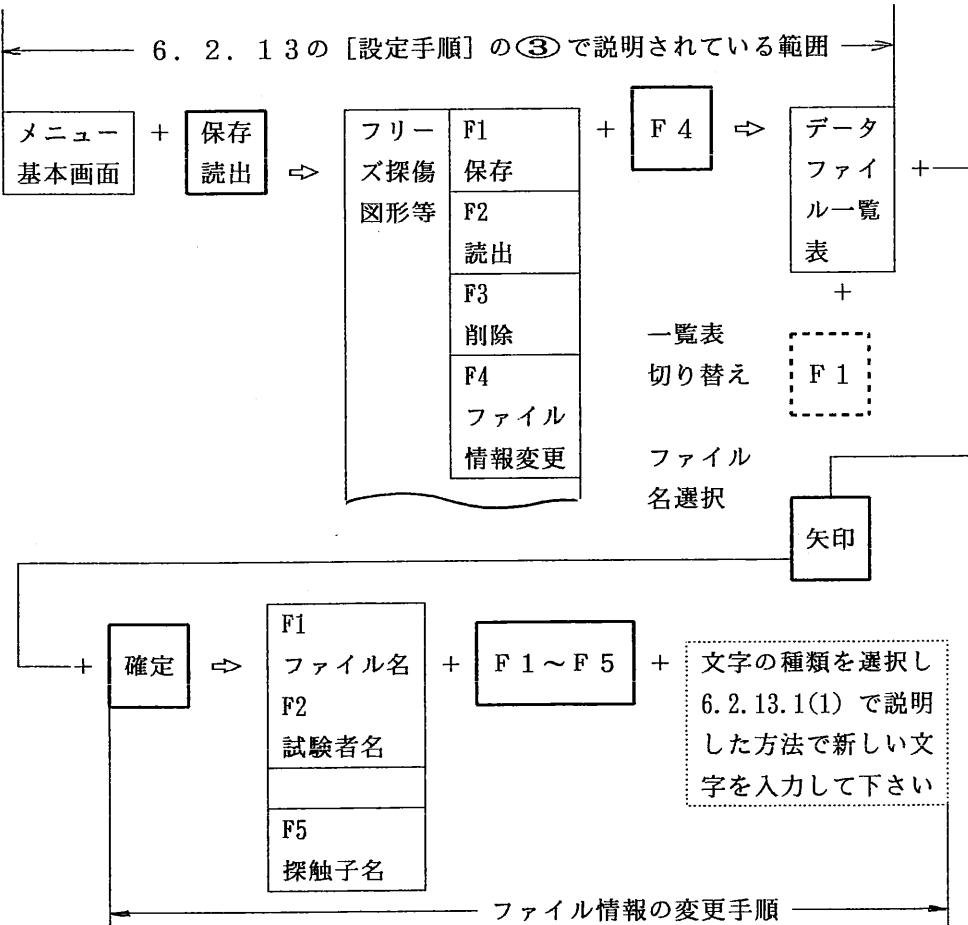

図 6.2.32-11 データファイル情報の変更方法
- ① 6. 2. 13 の [設定手順] の③から説明します。確定キーを1回押します。
- ② 図 6.2.32-11の選択メニューが表示されますから、て選択キー [F 4] を1回押します。ファイル情報を変更したいデータファイル名を矢印キーで選択した後、確定キーを1回押します。